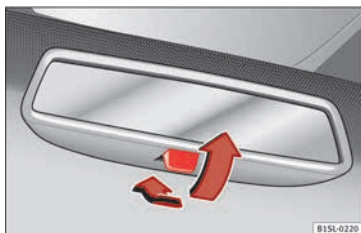

Fig. 147 Retrovisor antideslumbrante manual.
- Para oscurecer el retrovisor, tire de la palanca hacia atrás » **fig. 147**.